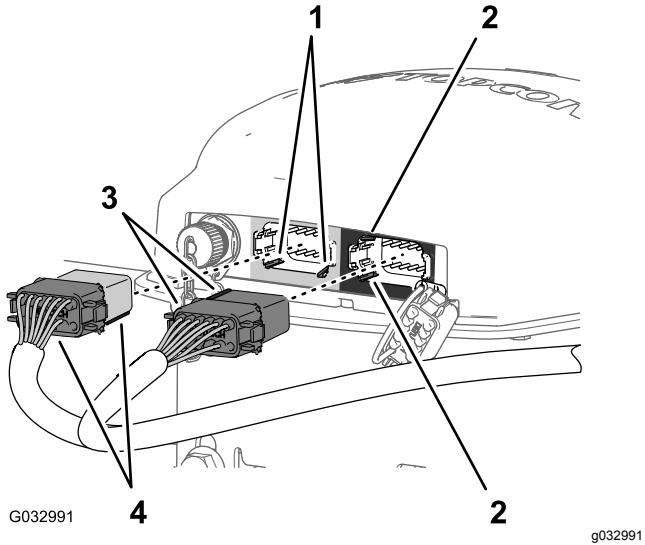

Bild 167
12-Stift-Steckers des Navigationsempfängers aus (Bild 167).
4. Stecken Sie den grauen und schwarzen 12-Buchsen-Stecker des Datenkabelbaums in den linken (grauen) 12-Stift-Stecker des Navigationsempfängers, bis die Stecker fest einrasten (Bild 167).
5. Fluchten Sie die zwei Ausrichtungsschlüssel an der kurzen Seite des schwarzen 12-Buchsen-Steckers des Datenkabelbaums mit den zwei Schlüsselschlitzten in der linken vertikalen Wand des rechten (grauen) 12-Stift-Steckers des Navigationsempfängers aus (Bild 167).
Navigationsempfängers, bis die Stecker fest einrasten (Bild 167).